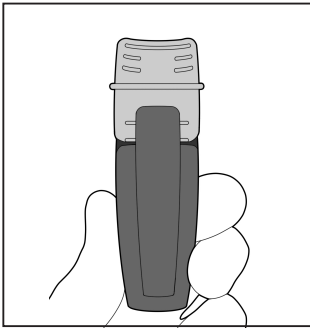

Abb. 11
1. Stellen Sie sicher, dass IntegraBite ordnungsgemäß mit dem Applikator und der vertikal ausgerichteten Bissplatte zusammengesetzt ist (Abb. 11).